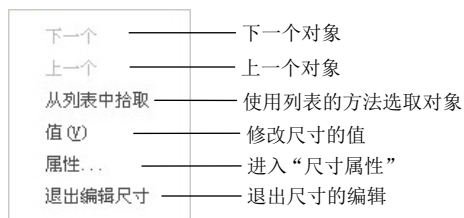

图 3.8.2 快捷菜单
Step2. 右击，在弹出的图 3.8.2 所示的快捷菜单中选择  **属性...** 命令，此时系统弹出“尺寸属性”对话框。